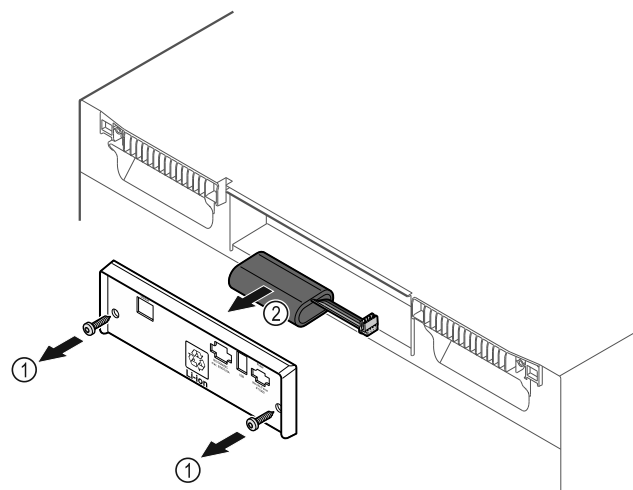

Fig. 237
- ▶ Schrauben herausdrehen und Abdeckung auf der Rückseite des Gerätes entfernen Fig. 237 (1).
- ▶ Batterie abstecken und herausnehmen Fig. 237 (2).